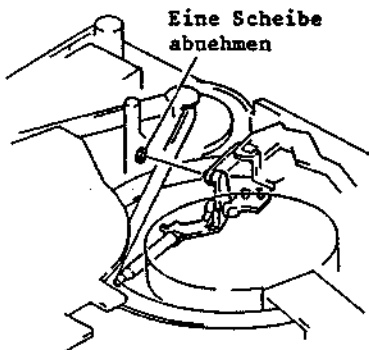

Abb. 2-83 Ausbau des Mittelstiftes
### 3-34 Ausbau des Mittelstiftes (Abb. 2-83, 2-84)
2. Eine (1) Sicherungsscheibe des Mittelstiftes abnehmen (siehe Abb. 2-83).
2. Den Mittelstift ausbauen (siehe Abb. 2-83, 2-84).
11. Den Mittelstift ausbauen (siehe Abb. 2-83, 2-84).